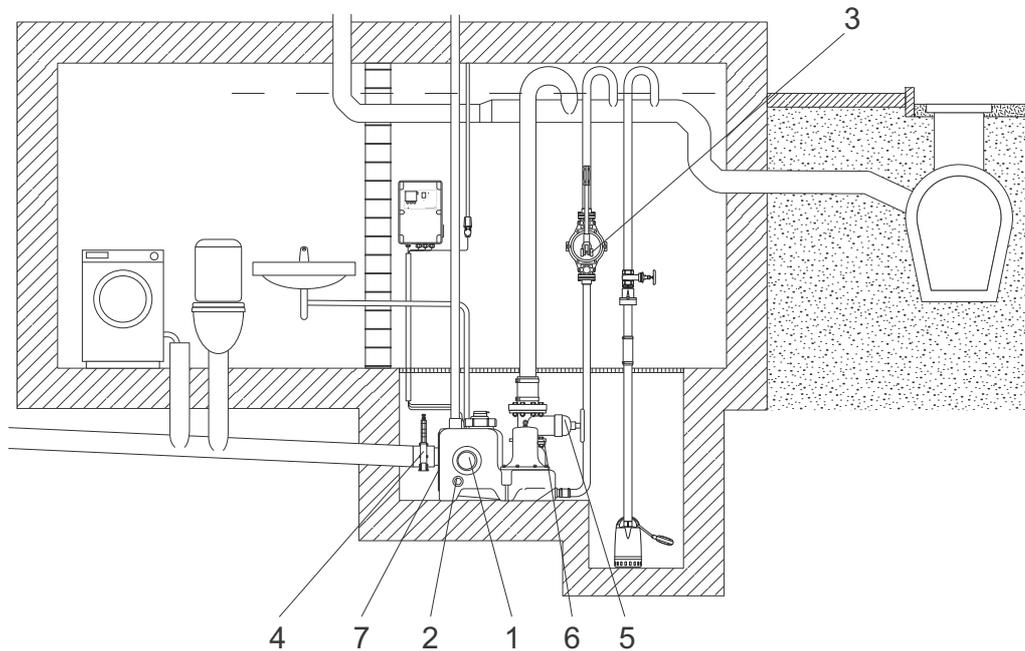

Fig. 15 Schéma d'installation, Multilift MD
- Prévoir une fosse pour la pompe au dessous du niveau du sol. En cas d'installation d'une station de relevage dans une cave présentant un risque d'inondation, il est recommandé (même obligatoire dans certains pays) de placer une pompe de drainage dans un puisard séparé en dessous du niveau du sol. Voir fig. 15 et 16.
- Toute la tuyauterie de refoulement de la station de relevage, de la pompe à membrane et de la pompe de drainage doit posséder un coude au-dessus du niveau de reflux local. Le point le plus élevé du coude/siphon inversé doit se trouver au-dessus du niveau du sol de la rue. Voir fig. 15 et 16.